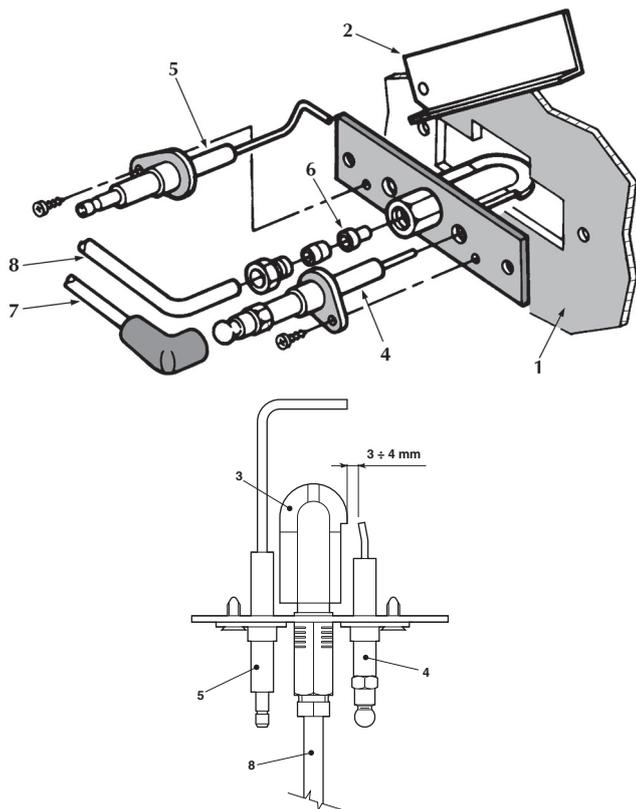

fig. 10 - Bruciatore pilota
- Gli elettrodi devono essere liberi da incrostazioni e correttamente posizionati (vedi fig. 10).
Dopo alcuni tentativi d'accensione, la centralina elettronica mette in blocco la caldaia.	<ul style="list-style-type: none"> <li>Pulire con aria compressa gli ugelli dei bruciatori pilota.</li> <li>Controllare che l'arrivo del gas alla caldaia sia regolare e che l'aria sia stata eliminata dalle tubazioni.</li> <li>Controllare che gli elettrodi siano correttamente posizionati e senza incrostazioni (vedere fig. 10).</li> <li>Verificare che la caldaia sia allacciata ad una buona connessione di terra.</li> <li>Controllare i collegamenti agli elettrodi d'accensione e di ionizzazione.</li> </ul>
In fase d'accensione, non avviene la scarica tra gli elettrodi.	<ul style="list-style-type: none"> <li>Controllare che gli elettrodi siano correttamente posizionati e senza incrostazioni (vedere fig. 10).</li> <li>Termostato di regolazione regolato troppo basso.</li> <li>Controllare l'alimentazione elettrica.</li> <li>Controllare i collegamenti agli elettrodi d'accensione e di ionizzazione.</li> <li>Controllare i collegamenti alla centralina elettronica di controllo fiamma.</li> <li>Verificare che non siano invertiti FASE-NEUTRO e che i contatti alla massa siano efficaci.</li> <li>Verificare la pressione del gas in entrata e eventuali pressostati gas aperti.</li> <li>Riarmare il termostato di sicurezza.</li> <li>Assicurarsi che il termostato ambiente sia chiuso.</li> </ul>